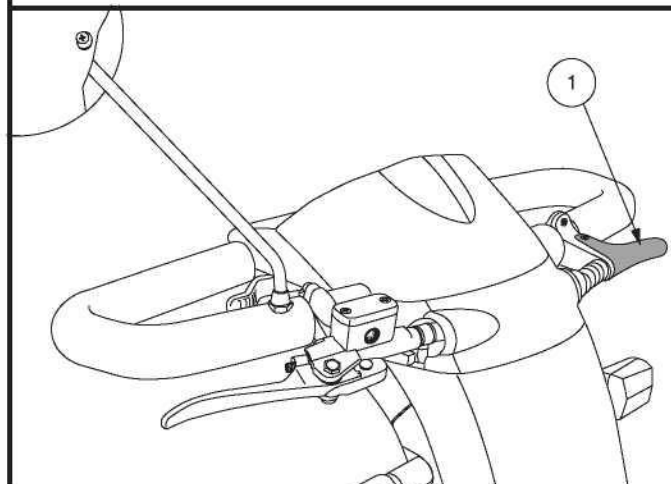

Figure 17. Levier de Réglage de Guidon
1. Appuyez sur le levier de réglage du guidon. Voir la figure 17.